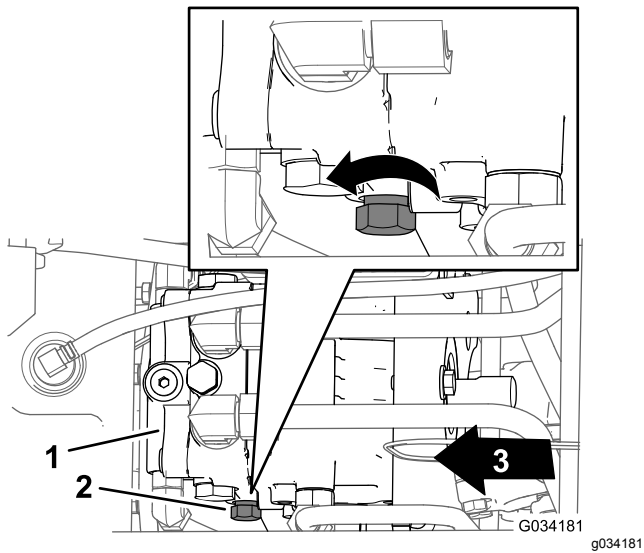

Figure 32
2. Localisez le bouton de commande de la vanne de dérivation sur le côté gauche de la pompe hydraulique (Figure 32).
3. Tournez le bouton de 3 tours dans le sens antihoraire (Figure 32).
1. Localisez le bouton de commande de la vanne de dérivation sur le côté gauche de la pompe hydraulique (Figure 32).
2. Tournez la bouton de commande (Figure 32) dans le sens horaire jusqu'à ce que vous sentiez une résistance ; la vanne de dérivation est alors fermée.